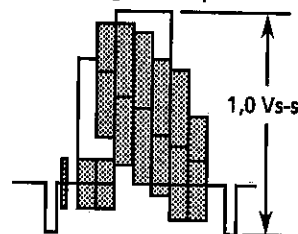

Abbildung 2-6.
2. Den Farbbalkensignal-Abschnitt des Abgleichbandes wiedergeben und R201 so einstellen, daß die Signalamplitude 1,0 Vs-s beträgt, wie in Abbildung 2-6 dargestellt.